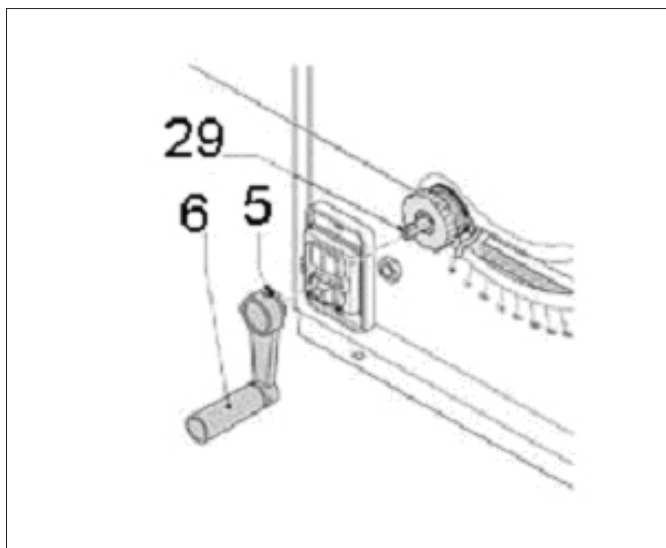

Fig. 7
Sätt handtaget för inställning av sågdjupet (6) på axeln (29), och skruva fast låsknappen (5) mot axelns plana sida, enligt vad som visas i Fig. 7.